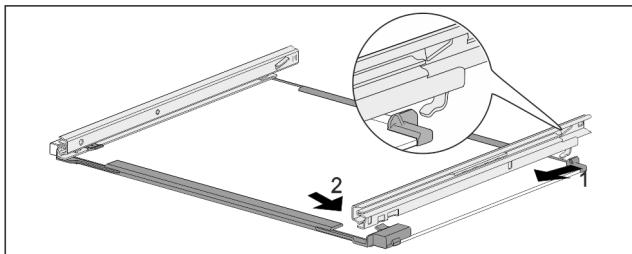

Fig. 151 Sklenená doska s koľajničkami
- Zaháknite koľajničku vzadu. Fig. 151 (1)
- Zaklapnite koľajničku vpred. Fig. 151 (2)